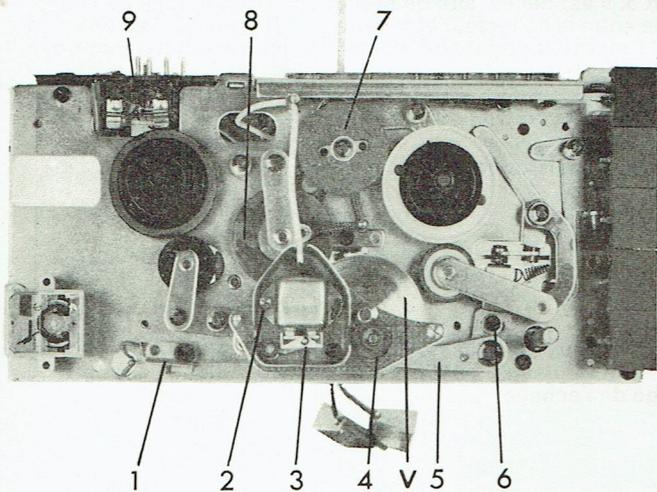

Fig. 2
En dévissant les deux vis spéciales (2) situées latéralement (fig. 2) on peut facilement ôter la tête avec la fiche (14) à quatre broches. Après ce remplacement, il est absolument nécessaire de procéder de nouveau à l'alignement (Page 3 - parag. 3)
5. VOLANT (V) (fig. 2)